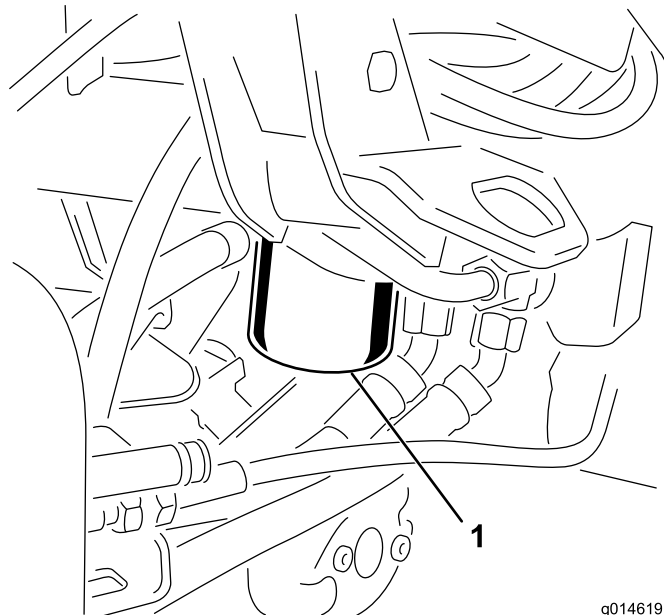

Figura 54
1. Pulite la superficie circostante il filtro (Figura 54). Collocate una bacinella di spurgo sotto il filtro e togliete il filtro.